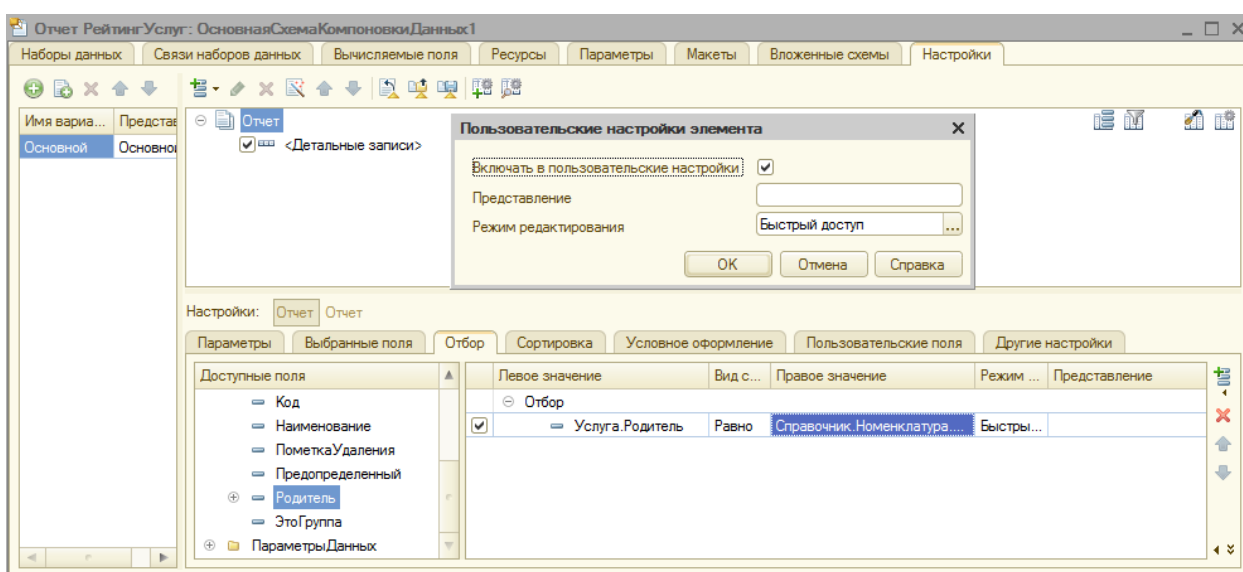

Рисунок 82 Вкладка **Отбор**
22. Создайте настройку отбора в отчете по группам номенклатуры на вкладке **Отбор** как на рис. 82: